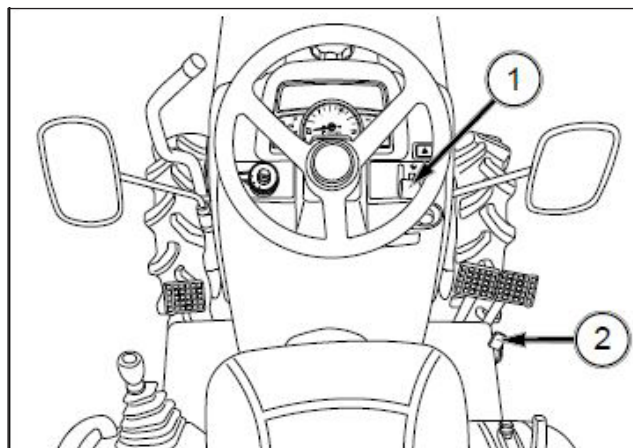

ABB. 51
ABB. 51: Handgashebel (1) Regelt die Motordrehzahl und bleibt in der vom Fahrer gewählten Stellung. Bei zurückgezogenem Handgashebel läuft der Motor im Leerlauf. Durch Verschieben des Handgashebels wird die Motordrehzahl immer weiter erhöht.